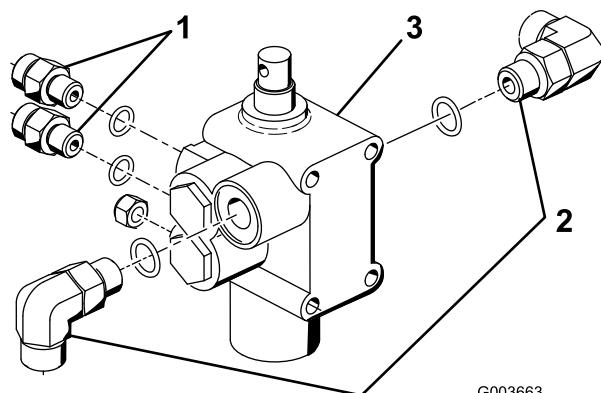

Figura 4
1. Inserire i due raccordi idraulici diritti e i due raccordi idraulici a 90° nella nuova valvola di sollevamento. Collocare i raccordi come illustrato nella Figura 4. Non serrare i raccordi a 90 gradi in questo momento.